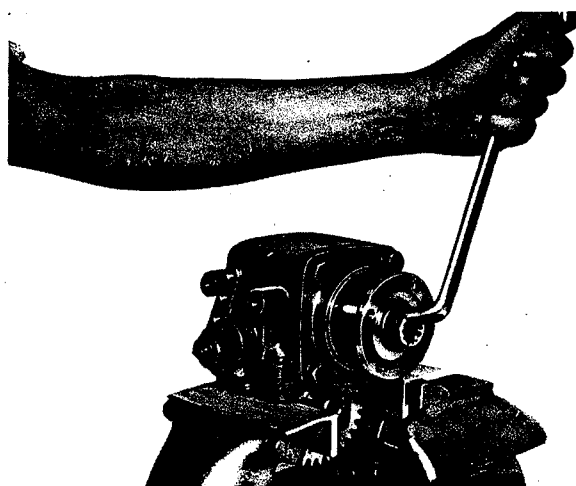

Fig. 19
Serrer l'engrenage double de la prise de mouvement dans un étau, en utilisant des mordaches en plomb et enclencher l'engrenage baladeur (4). Dévisser la vis à tête hexagonale (31) (fig. 19) et retirer la bride de sortie (27) de l'arbre. Chasser la rondelle (29) de la bride de sortie.